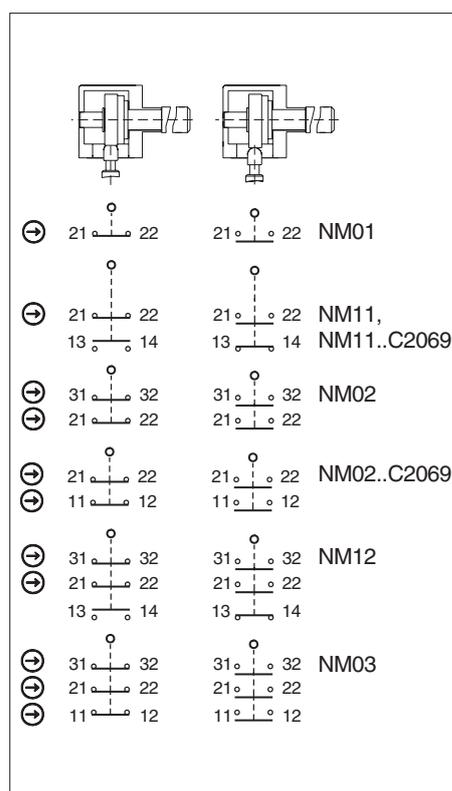

Figura 3: Microinterruttori e commutazioni
Occorre utilizzare almeno un contatto \ominus . Questo segnala la posizione del riparo (connessioni vedi Figura 3).
3. Collegare e serrare i morsetti con una coppia di 0,5 Nm (connessioni vedi Figura 3).